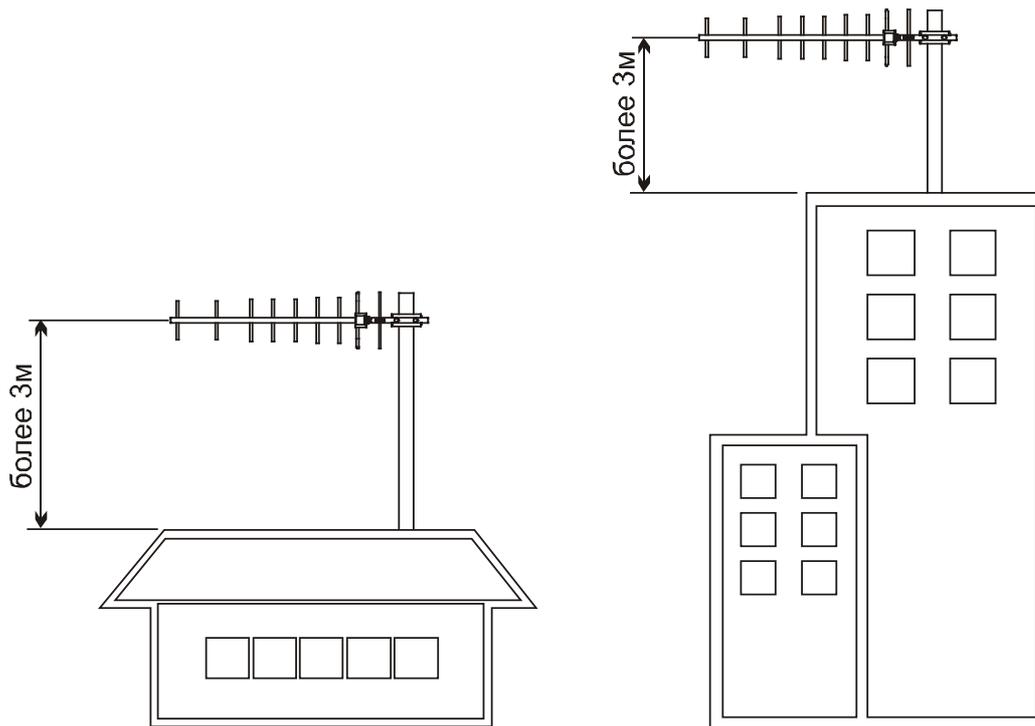

Рис. 2. Требования к установке антенны по высоте
- Антенна должна располагаться не ниже 3–х метров от поверхности земли или крыши здания. Поэтому при установке антенны на крыше высотного здания, даже в том случае если высота достаточна для надежной радиосвязи, применяйте мачту длиной не менее трех метров (см. рис. 2).